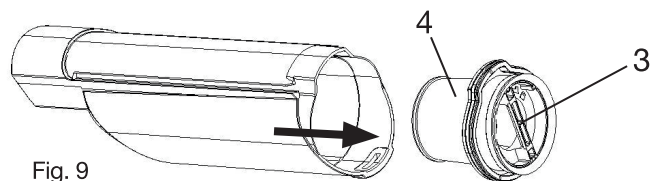

Fig. 9
Placez-vous au-dessus d'une poubelle et tirez sur la languette (3) (fig 9) pour extraire le bloc de filtration (4) (fig 9).